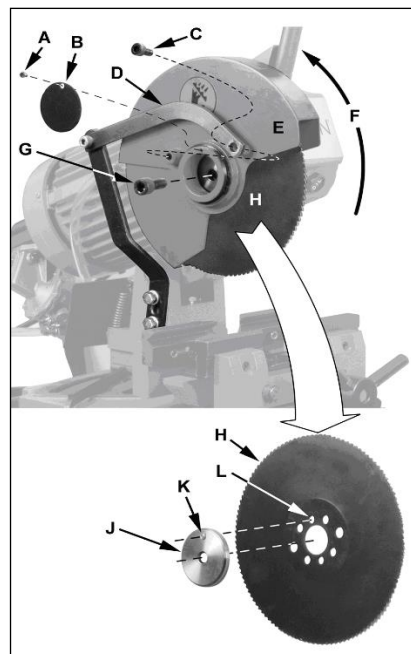

Рис. 4
Снимите винт (А, Рис. 4) и крышку (В). Снимите винт с внутренним шестигранником (С). Поднимите нижний защитный кожух (Е) вверх (F). Снимите винт с внутренним шестигранником (G). Примечание: Винт (G) с левой резьбой. Снимите пильный диск (H) и внешний фланец (J). Установите новый пильный диск и убедитесь, что его зубья направлены по направлению резания. Примечание: у фланца (J) имеется штифт (K), который должен совпасть с нужным отверстием (L). Нанесите несколько капель легкого машинного масла на диск. Установите детали в обратном порядке. Подключите станок к сети.